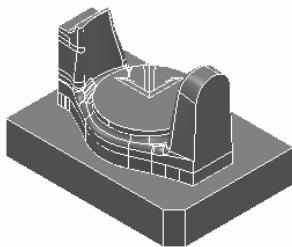

图 2-205 打开范例文件
2) 选择下拉菜单中的“文件”→“范例”命令, 弹出“打开范例”对话框, 选择“cankaoxian.dgk”(“随书光盘:\第2章\exercise17\uncompleted\cankaoxian.dgk”)文件, 单击“打开”按钮即可, 如图 2-205 所示。